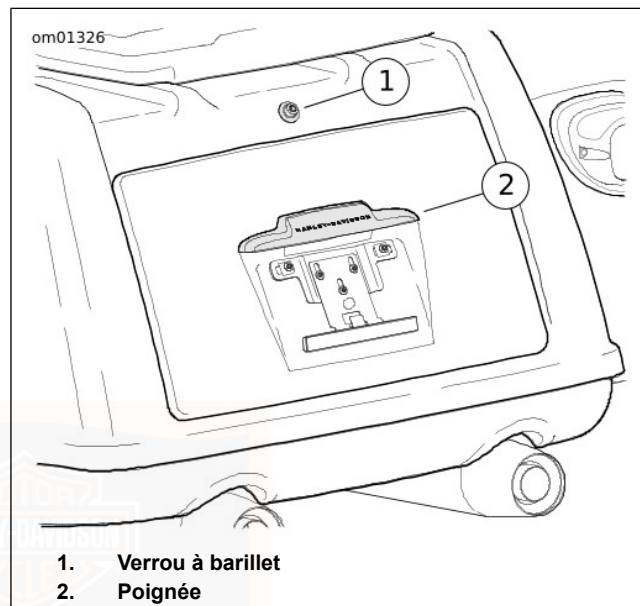

Figure 33. Coffre
2. Voir Figure 33. Enfoncer le verrou à barillet pour déverrouiller la porte. Tirer la poignée pour ouvrir la porte du coffre.